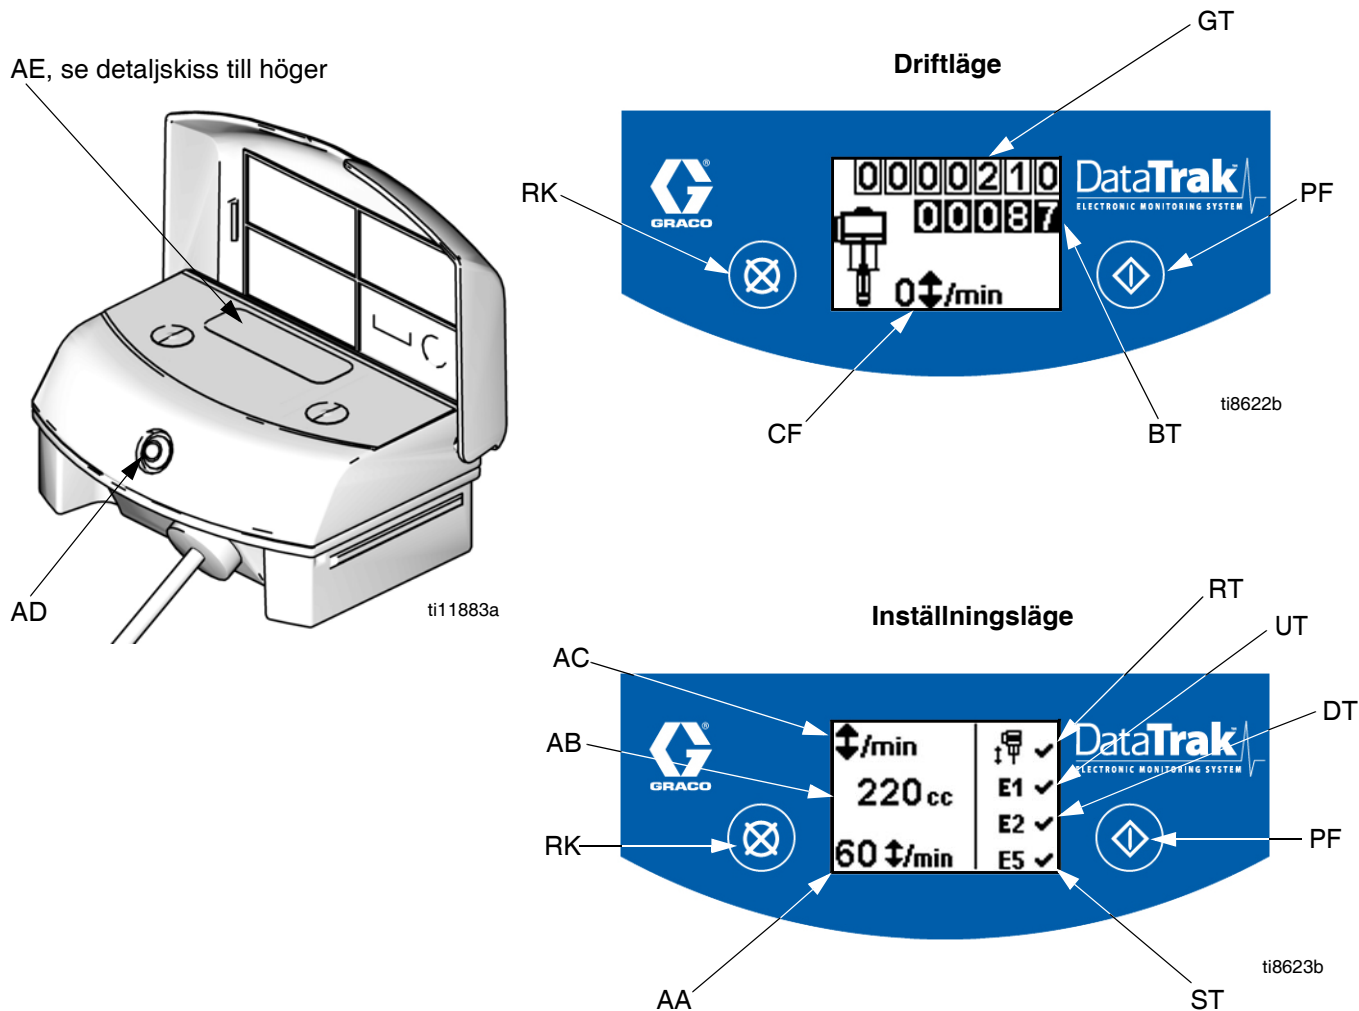

FIG. 8. Reglage och indikatorlampor på DataTrak
Förklaringar till FIG. 8
1. Se FIG. 8. Tryck och håll ned  i 5 sekunder tills inställningsmenyn visas.
När rusningsbegränsningen och felalternativen E1, E2 och E5 är aktiverade, visas  på inställningsbilden. Se FIG. 8.
1. Se FIG. 8. Om pumpen rusar aktiveras rusningsmagnetventilen och pumpens drift avbryts. Lysdioden (AD) blinkar och på displayen (AE) visas att pumpen rusar (se Tabell 1). Displayen kommer att bläddra igenom sex instruktionskärmar.
2. Rusningskärma 1 och 2: Stäng huvudluftventilen (E) för att återställa rusningssolenoiden. Vänta tills luftmotorn helt tömts på luft.
3. Rusningskärma 3 och 4: När avluftningen är klar, tryck på solenoidens frisläppningsknapp (J) för att återställa luftventilen. Knappen hoppar upp igen när luftventilen åter är trycksatt.
5. Öppna huvudluftkranen (E) för att starta om pumpen.
Gå till inställningsläget och ställ in rusningsvärdet till 0 (noll) eller växla (RT) till Av för att inaktivera rusningsövervakning  (se FIG. 8).
1. Se FIG. 8. Gå till fyllnings-/spolningsläget genom att trycka på valfri knapp för att starta displayen och sedan trycka på . Symbolen för fyllning/spolning visas på displayen och lysdioden blinkar
2. I läget för fyllning/spolning är rusningsskyddet och satssummeringen (BT) avstängda. Totalsummeraren (GT) fortsätter att räkna.
Se FIG. 8. Den sista siffran i satssummeringen (BT) representerar tiondelar liter eller gallon. Nollställ summeraren genom att trycka på valfri knapp för att starta displayen och sedan trycka på och hålla ned  i 3 sekunder.
Se FIG. 8. Displayen (AE) stängs av efter 1 minut av inaktivitet i körsläge och efter 3 minuter i inställningsläge. Tryck på en knapp för att starta displayen.
DataTrak kan diagnostisera flera olika problem hos pumpen. När monitorn upptäcker ett problem blinkar lysdioden (AD, FIG. 8) och en diagnostikkod visas på displayen. Se Tabell 1.